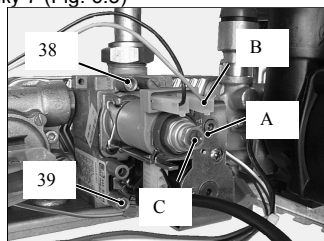

Fig. 6.4
- 3 Unscrew the gas valve's outlet pressure test point 38 (Fig. 6.4) and connect a pressure gauge.
- 4 Loosen the internal screw 38 (Fig. 6.4) on the Outlet Pressure Test Point of the Gas Valve and connect a pressure gauge using a suitable hose.
- 7 Check the maximum gas pressure and compare the value on the gauge with the value indicated in the 4.4, 4.5 (gas pressures at the burner), accordingly with the model of boiler installed. To adjust the pressure rotate the maximum gas pressure adjustment (A in fig. 6.4) until you obtain the required pressure (by rotating clockwise the pressure increases).
- 10 Disconnect the gas modulator coil by removing the electrical connector B (Fig. 6.4).
- 12 Check the minimum gas pressure and compare the value on the gauge with the value indicated in the sections 4.4, 4.5 (gas pressures at the burner), accordingly with the model of boiler installed. To adjust the pressure rotate the minimum gas pressure adjustment (C in Fig. 6.4) until you obtain the required pressure (by rotating clockwise the pressure increases).
- 4 Освободите винт 38 (Fig. 6.4) патрубка выходного газового давления и присоедините манометр с помощью трубки.
- 7 Проверьте максимальное давление, сравнив показания манометра с данными 4.4, 4.5 (газовое давление на горелке), для данной модели котла. Для установки давления поверните кнопку установки максимального давления (A на Fig. 6.4) пока не будет достигнуто требуемого давления (для увеличения давление – поворачивайте по ходу стрелки часов).
- 10 Отключите провод катушки газового модулятора от клеммы B (Fig. 6.4).
- 12 Проверьте минимальное газовое давление и сравните показание на манометре со значениями, приведенными в 4.4, 4.5 (газовое давление на горелке), в зависимости от модели котла. Для установки давления поверните регулятор установки минимального давления (C на Fig. 6.4) до тех пор, пока не будет достигнуто нужного значения давления (поворотом по ходу стрелки часов давление увеличивается).
- 2 Open the gas valve inlet pressure test point (39 in Fig. 6.4) at the valve input, connect a suitable pressure gauge, check the gas pressure of the supply network and compare the value on the gauge with the value indicated in the sections 4.4, 4.5 (gas supply pressures).
- 2 Откройте патрубок измерения входного давления на газовом вентиле (39 на Fig. 6.4) присоедините подходящий манометр, проверьте сетевое газовое давление и сравните показания со значением, приведенным в параграфе 4.4, 4.5 (входное давление газа).